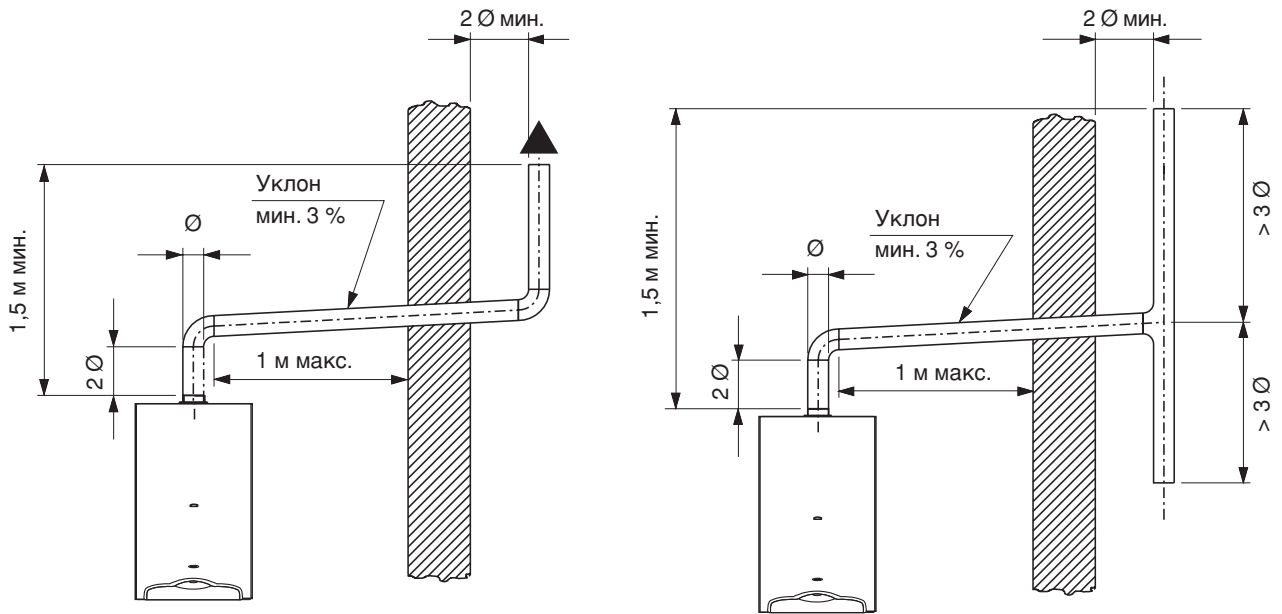

рис. 7
- вытяжной блок должен находиться выше уровня точки крепления вытяжной трубы к котлу минимум на 1,5 м (см. рис. 7).